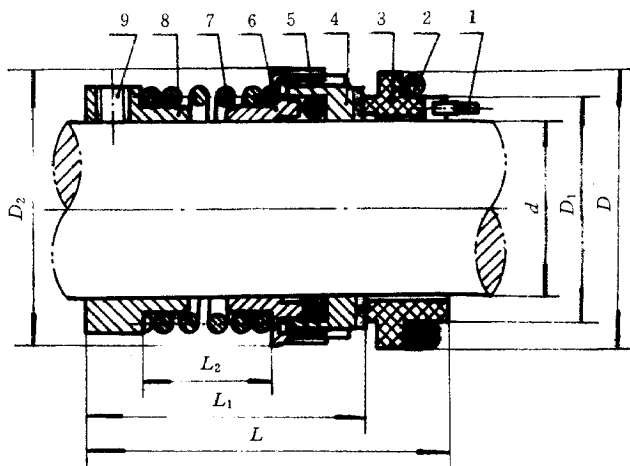

图 1 103 型机械密封
- a . 103 型：内装单端面单弹簧非平衡型并圈弹簧传动机械密封，见图 1；